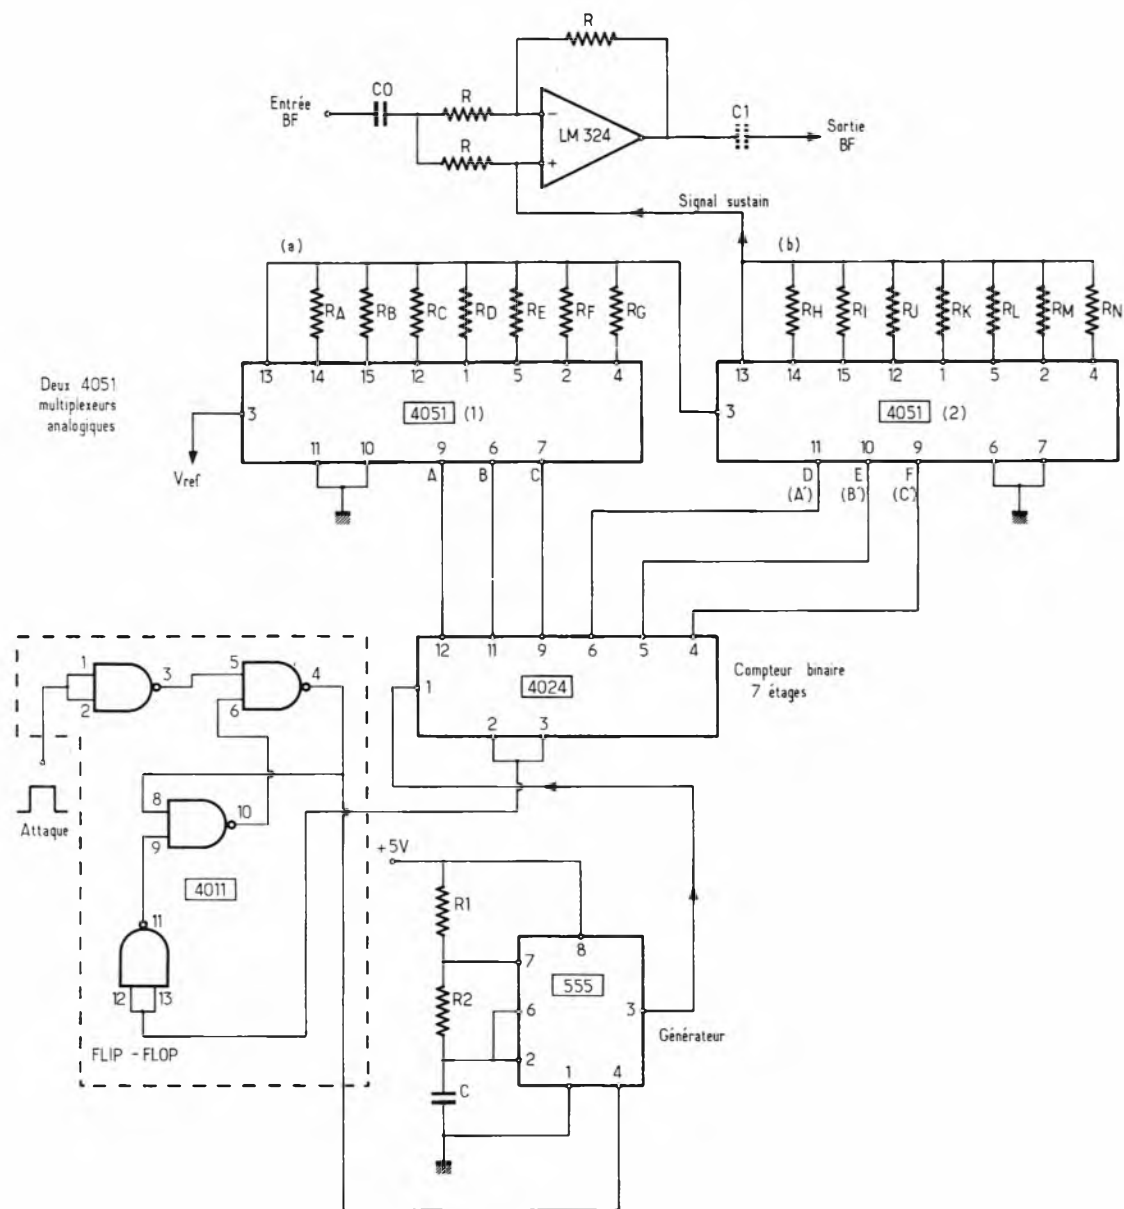

Fig. 1
Voici à la figure 1 un schéma de générateur d'enveloppe proposé dans Electronics (28 septembre par Ken Dugan). Ce générateur permet de transformer un son d'intensité constante, comme celui d'un carillon, en un son d'intensité variable, comme celui d'une cloche, par exemple. Dans ce cas on pourra régler l'attaque, le maintien et l'extinction du son, selon une enveloppe ayant la forme désirée par l'expérimentateur.
K. Dugan propose le schéma de la figure 1. Le 555 est le générateur déterminant la durée totale du signal enveloppe.